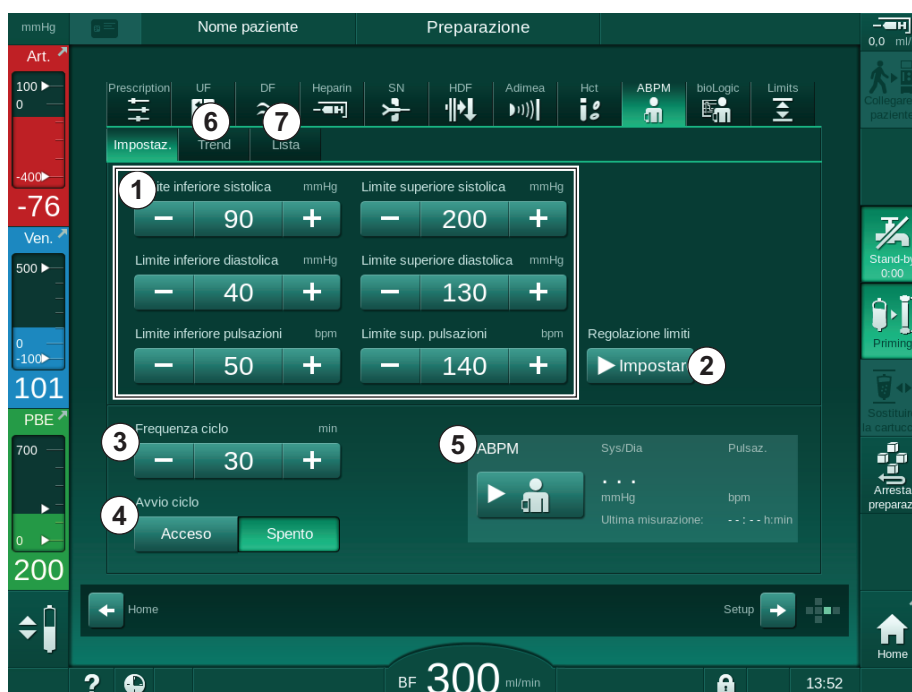

Fig. 11-8 Impostazioni ABPM nella videata *Dati terapia*
2. Per adattare i limiti di allarme ai valori prossimi alla pressione arteriosa misurata toccare *Adattamento dei limiti, Imposta* (Fig. 11-8, ②).
1. Per attivare/disattivare le misurazioni cicliche con la frequenza di misurazione impostata, selezionare *Attivazione Avvio Ciclo*, ON (Fig. 11-8, ④).
2. Per impostare la frequenza di misurazione, selezionare *Frequenza ciclo* ③. Possibile intervallo: da 1 a 60 minuti.
- o Toccare *Avvio* nella casella *Impostazioni ABPM* della videata *Dati terapia* (Fig. 11-8 Impostazioni ABPM nella videata *Dati terapia* (279), ⑥).